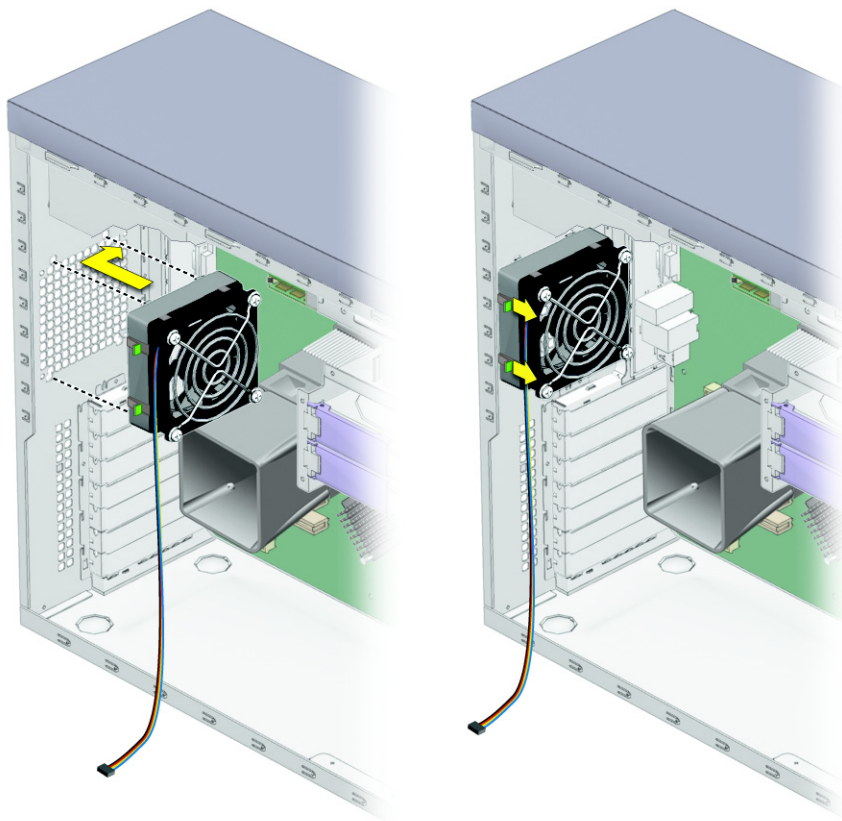

图 4-25 安装系统风扇
4. 向前推移风扇托架左侧的两个锁销，并将托架背面的四个卡扣卡入背面机箱格栅的四个边角孔位中（参见图 4-25）。